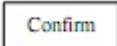

Fig. 1
- Após receber o sinal, surge no display o valor da frequência (fig.1);